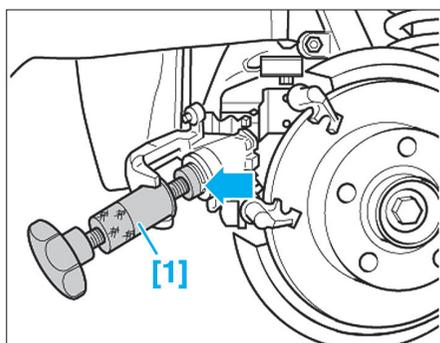

Fig. 6
- [1]. Outil pour repousser le piston (réf Audi : AG 3272) (Fig.6).
- Pour la repose, repousser complètement en tournant le piston de l'étrier à l'aide d'un outil approprié ou de l'outil [1] (Fig.6). Remplacer les vis de colonnettes et respecter les couples de serrage prescrits. Appuyer plusieurs fois sur la pédale de frein afin que les plaquettes reprennent leur position de fonctionnement.